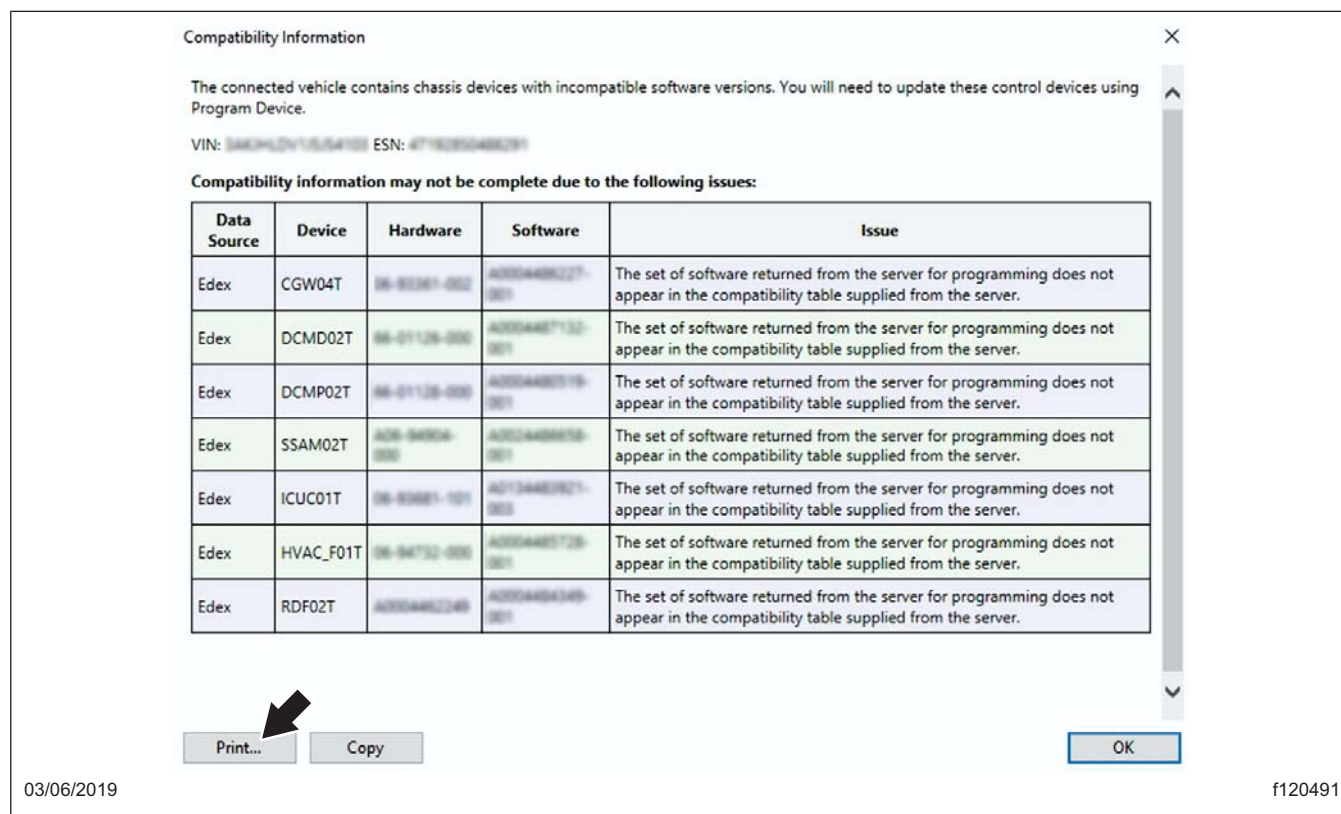

Fig. 4, Impression de la liste des modules ECU incompatibles
12. Imprimez ou effectuez une capture d'écran des modules ECU incompatibles. Reportez-vous à la figure 4.